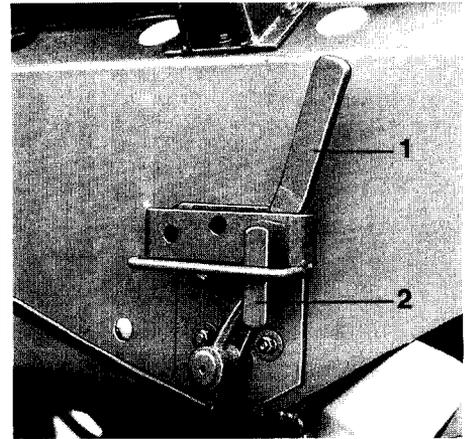

Fig.97
- Hebel (Fig. 97/1) zur Einstellung der Laufrichtung des Förderbandes nach hinten stellen und mit einem Bolzen (Fig. 97/2) sichern.